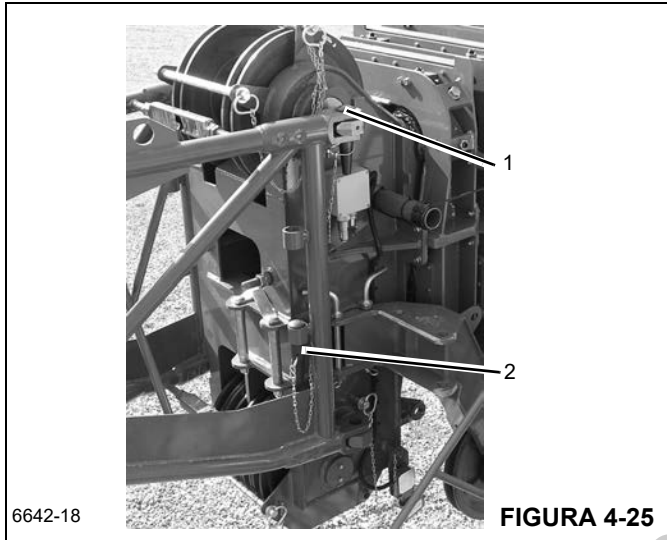

FIGURA 4-24
15. Usando o cabo de apoio, puxe a extensão para fora da lança Figura 4-24.
16. Enquanto mantém controle sobre a extensão com o cabo de apoio, gire a extensão para a posição na extremidade da lança Figura 4-24.